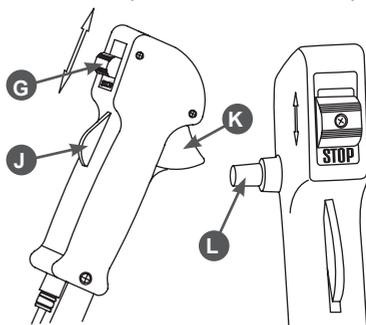

Рис. 7 Рукоятка управления
4. Установите выключатель G зажигания в верхнее положение (Рис. 7). Удерживая рычаг блокировки рычага газа (J) нажмите на рычаг газа (K). Для облегчения запуска зафиксируйте рычаг газа фиксатором (L) (Рис.7).
7. После запуска переведите двигатель в режим холостого хода. Для этого освободите фиксатор рычага газа (L) быстро нажав и отпустив рычаг газа (K) (Рис. 7). После этого шнек перестанет вращаться. Прогрейте двигатель около 30-60 секунд в зависимости от температуры окружающей среды.